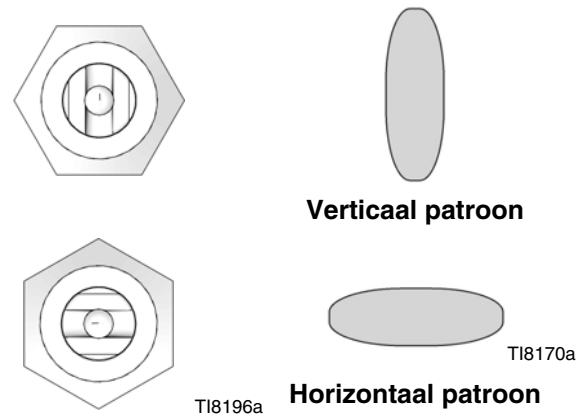

FIG. 8: Spuitpatroon
Volg de Serviceopmerkingen in FIG. 8 en 9 bij het weer in elkaar zetten van het pistool.
2. Schroef de vier schroeven (14) los en haal het pistool van het verdeelstuk.
3. Stroef de tiphoudermoer (7) los. Verwijder de spuittip (9) en de pakking (8). Zie FIG. 8 en 9.
4. Verwijder de kap (18) uit het zuigerhuis (1). Verwijder de veren (20 en 19).
5. Draai met de meegeleverde sleutel (34) de stelschroef (16) van de materiaalnaald los. Verwijder de naaldaanslag (17).